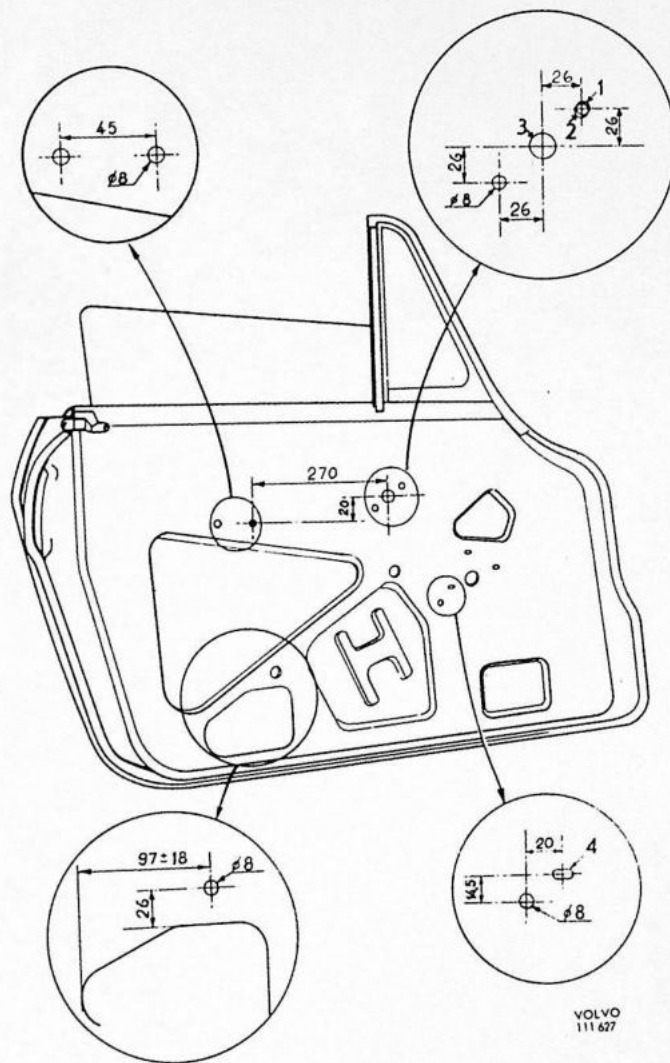

Fig. 8
2. Boor nieuwe gaten vgl. fig. 8. Bepaal eerst de plaats van de gaten van de raamslinger en bepaal met deze gaten als basis de plaats van de achterste,bovenste gaten. Het onderste gat wordt pas bepaald en geboord bij het monteren van het "op- en neer"-mechanisme. Het gat wordt op die plaats geboord waar het op-en neerdraaien het gemakkelijkst gaat.